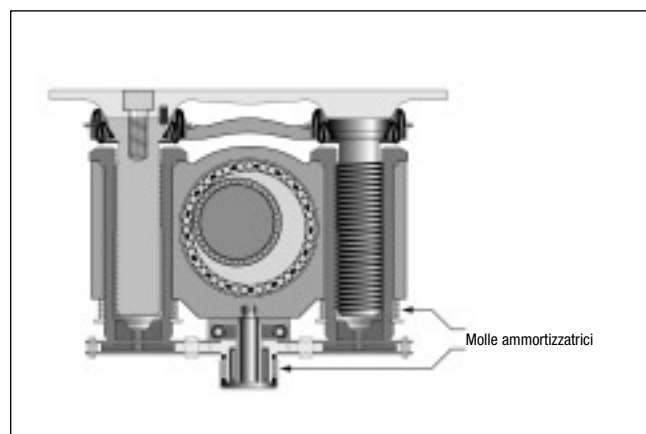

FIG. 11
- Le molle a compressione garantiscono che gli ingranaggi del regolatore abbiano il necessario attrito predeterminato che impedisce alla vibrazione durante l'uso di interferire con l'impostazione del gioco (Fig. 11).